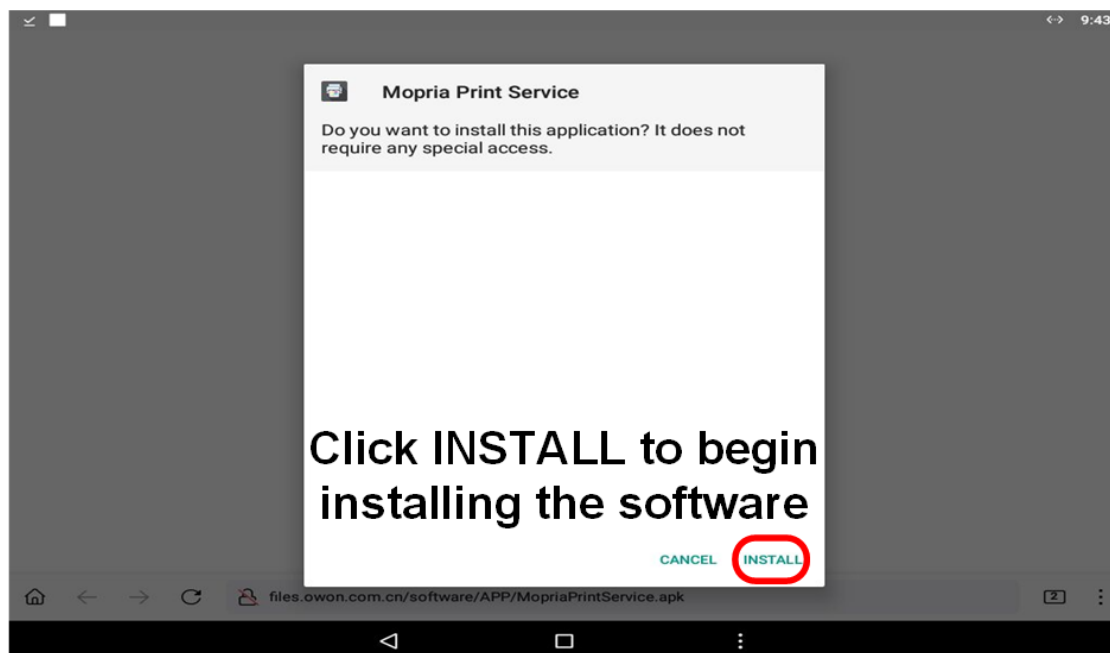

図 3
③ 「**INSTALL**」をクリックし、印刷アプリのインストールを開始します（図 3 を参照）。